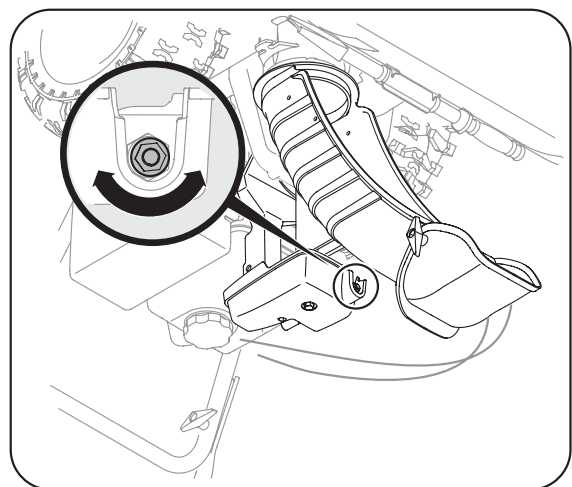

Figure 5-10 (Modèles avec goulotte longues)
- Tout en empêchant la manivelle de commande de la goulotte de tourner, serrez l'écrou sur la boîte de vitesses de la goulotte. Voir la Figure 5-10.